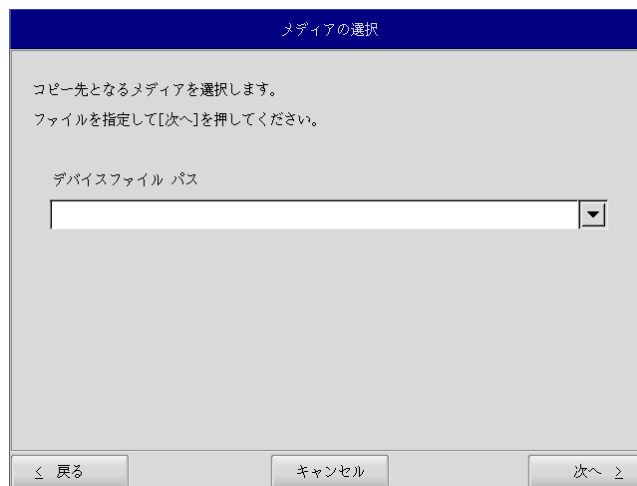

図 5-2-1. メディア選択画面
- ⑤ メディアの選択画面(図 5-2-1)が表示されます。コピー先となるメディアを選択し、「次へ」ボタンを押します。